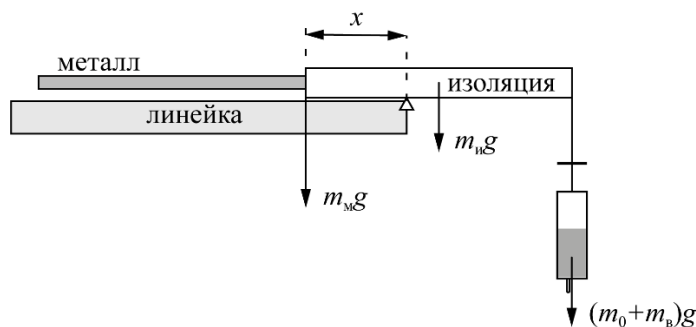

Рис.2
2. На край изоляции провода повесим шприц (рис.2).